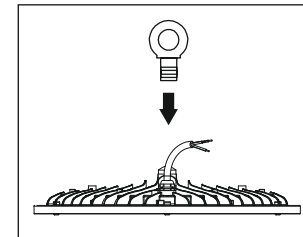

Рис. 1
- 1.1.2 Вставьте рым-болт из комплекта поставки осветительного прибора в специальное отверстие с резьбой в верхней части корпуса и надежно затяните (рис. 1).